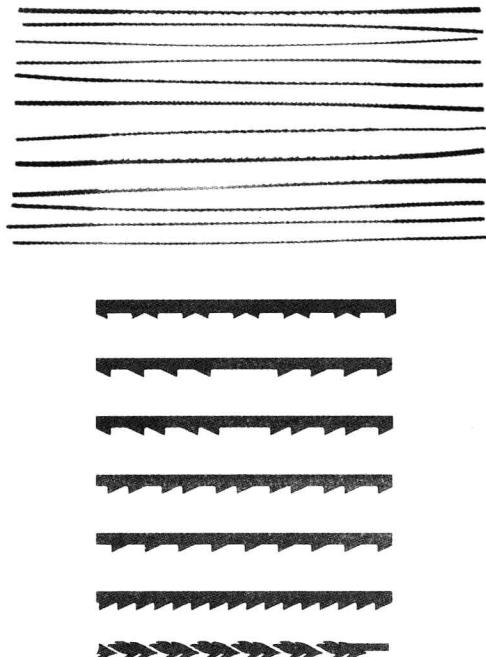

图 1-8 不同形状锯齿、不同用途的手工锯条
(1) 线锯锯条种类很多，扁条形的可以锯木材、锯塑料，还可以锯铜、铁、铝。因此，锯条的材质、粗细、锯齿大小疏密和形状都不一样。锯木材的锯齿相对大些，锯金属的锯条细、锯齿密而小。还有圆条形锯条，四周都有锯齿，不用转动锯弓，可以向任何方向锯，如图 1-8 所示。